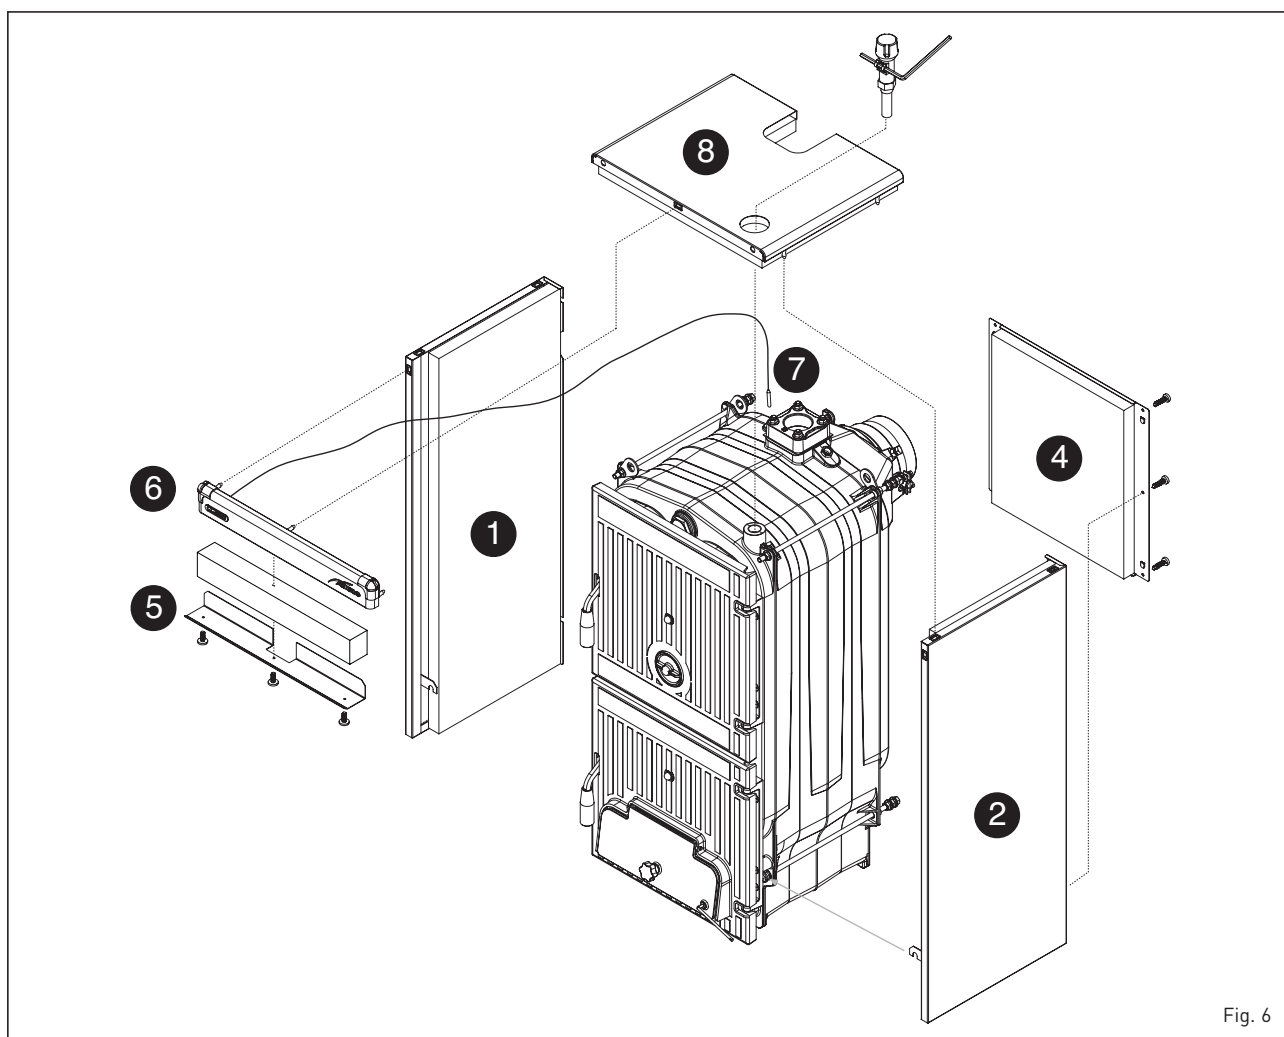

Fig. 6
- Quite el tornillo M8 x 60 que fija el cierre de admisión de aire a la puerta del compartimento cenizas y atornille el tornillo con el tirador de baquelita (1) que se suministra. Ponga en el extremo del tornillo M10 la tuerca ciega con caperuza (2).
- Fije la palanca M6 (3) al cierre del aire poniéndola en sentido horizontal hacia la derecha. La palanca tiene en el extremo un orificio sobre el cual se conectará luego la cadena del regulador termostático.
4.5 MONTAJE DEL REVESTIMIENTO (fig. 6)